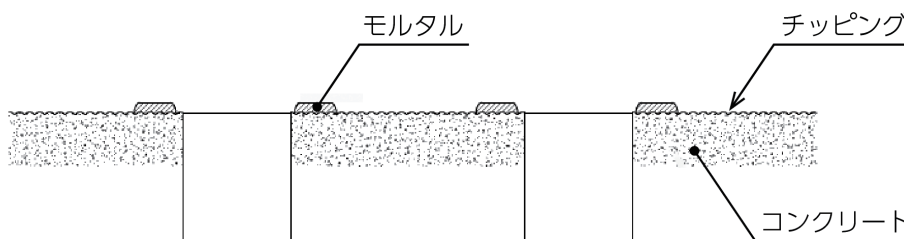

図 2.4-2 ライナ用モルタル
- (1) ポンプ床を清掃し、適度な湿り気を与えるために散水します。
- (2) 図2.4-2のように、チッピングしたコンクリート面にライナ設置用のモルタルを施工します。